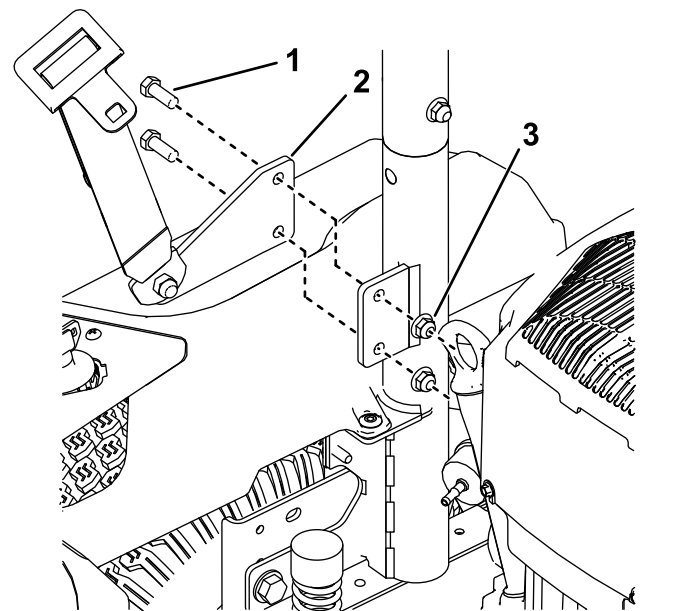

図 13
2. シートベルトブラケットを ROPS マウントの外側に取り付ける 図 13。
5. 左ポッドブラケットを機体フレームに取り付ける。タップねじ $\frac{5}{16}$  x  $\frac{3}{4}$ " 2本で 図 13 のように取り付ける。